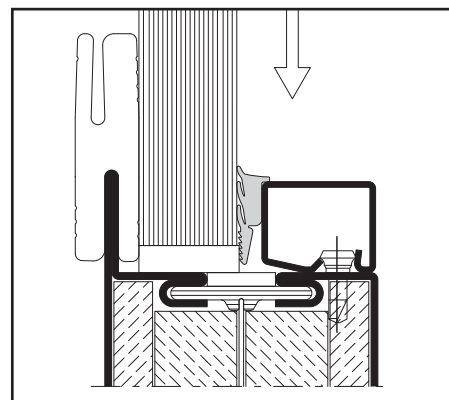

Abb. 26 / Fig. 26 / Fig. 26
- Keildichtungen glasleistenseitig mit leichtem Übermass in 45°-Gehung zuschneiden und eindrücken (Abb. 26)
- Découper les joints à bourrer coté parclozes d'onglet à 45° avec une légère surlongueur et les enfoncer (fig. 26)
- Cut with small oversize the wedge weatherstrips in a miter joint on the glazing bead side and press in (Fig. 26)